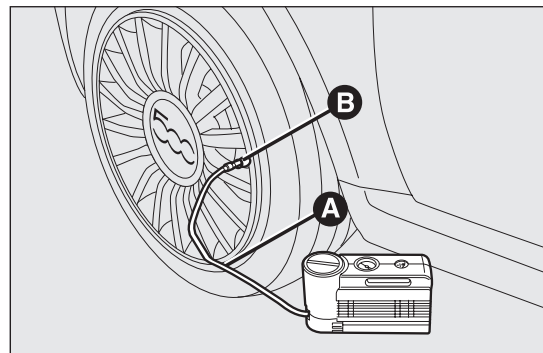

fig. 104
- Azionare il freno a mano.** Svitare il cappuccio dalla valvola del pneumatico, estrarre il tubo flessibile di riempimento A fig. 104 ed avvitare la ghiera B fig. 104 sulla valvola del pneumatico;